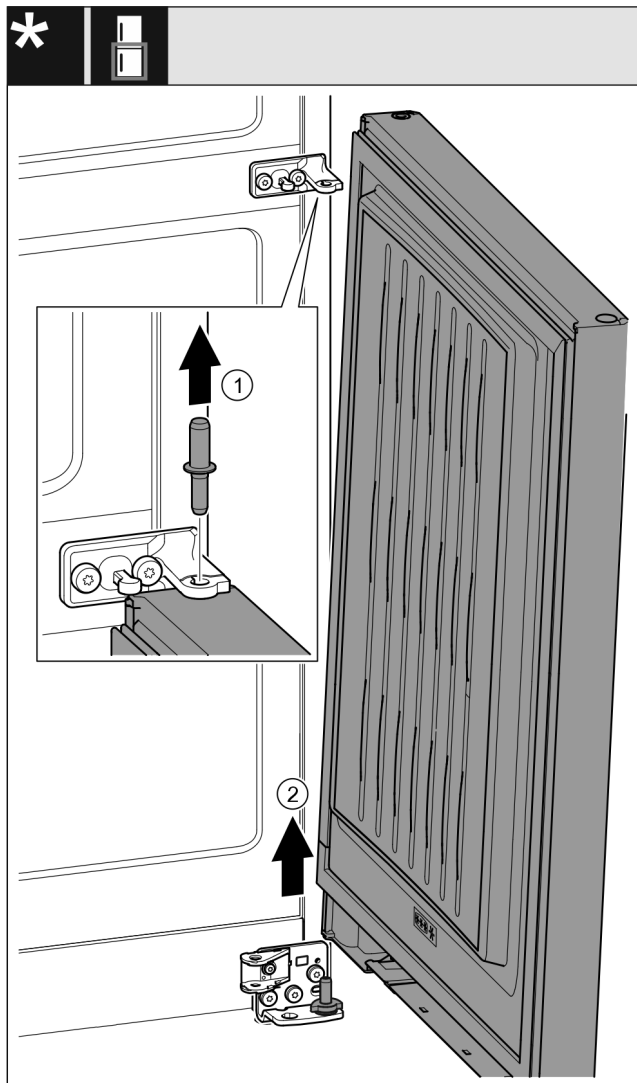

Fig. 32 Ar durvju amortizatoru*
- Izvelciet ārā tapu Fig. 32 (1) uz augšu.*
- Atvirziet durvis Fig. 32 (2), pavelciet uz augšu un novietojiet malā.*